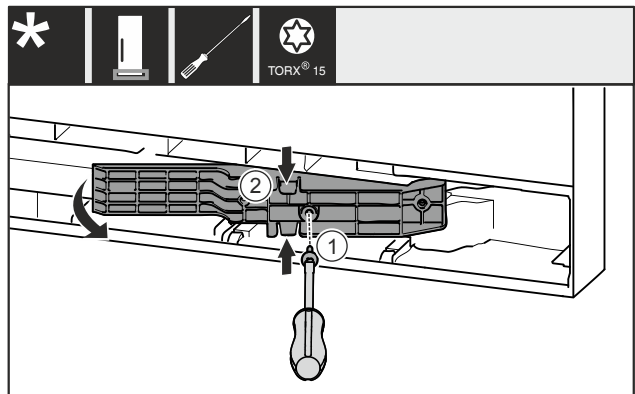

Fig. 12 *
- Îndepărtați șurubul Fig. 12 (1).*
- Comprimați ușor partea de sus și de jos și extrageți adaptorul Fig. 12 (2).*